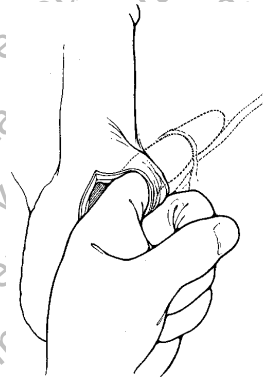

Fig. 4-15a. Skapa en defekt
1. Skapa en defekt i fascia transversalis genom den externa inguinalringen (se fig. 4-15a). Denna defekt ger åtkomst till det prevesikala utrymmet. Det kan hända att åtkomsten till inguinalringen och det prevesikala utrymmet underlättas om spädbarnsdeavern som ingår i SKW retraktorsats används. Deavern sitter i inguinalringen och dras mot huvudet, vilket frilägger inguinalringen. Använd fingret och för in behållaren i utrymmet när fickan har skapats i det prevesikala utrymmet.